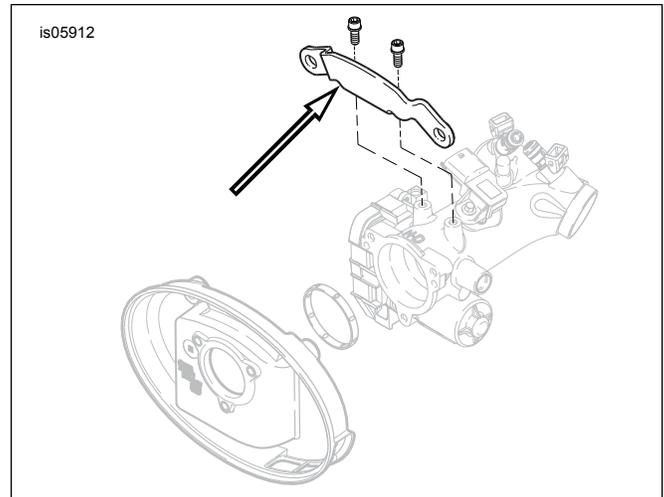

Figura 1. Rimozione della staffa di sostegno del modulo ad induzione
4. Vedere Figura 1. Rimuovere ed eliminare la staffa di sostegno del modulo a induzione.